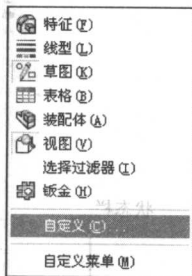

图 1-12 右键系统快捷菜单
(1) 执行命令。执行【工具】→【自定义】菜单命令, 或者右键单击任何工具栏, 在系统弹出的快捷菜单中选择“自定义”选项, 如图 1-12 所示。